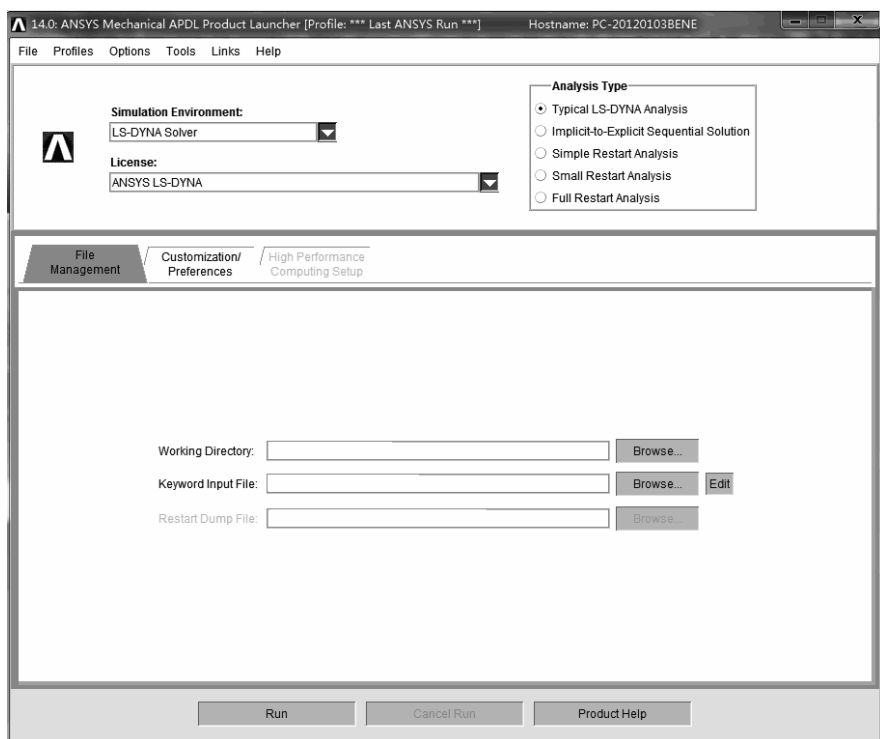
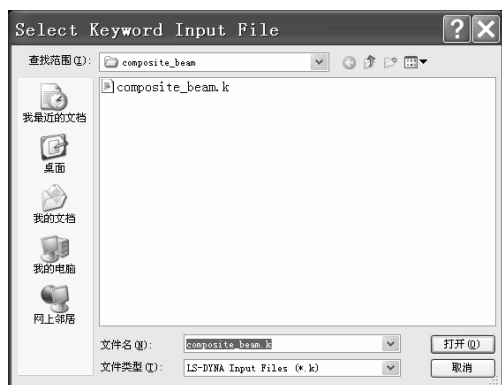

图 2-185 “14.0: ANSYS Mechanical APDL Product Launcher [Profile: \*\*\* La...” 窗口
图 2-186 “Select Keyword Input File”窗口
(1) 打开“14.0: ANSYS Mechanical APDL Product Launcher [Profile: \*\*\* La...”窗口（见图 2-185）。其实该窗口前面已经打开，只需单击桌面下方任务栏中该窗口的最小化图标使该窗口显示出来。如果前面已将该窗口关闭，可以用“开始”菜单中的“ANSYS 14.0”文件夹下的“Mechanical APDL Product Launcher 14.0”图标打开（单击此图标）。
(2) 单击“14.0: ANSYS Mechanical APDL Product Launcher [Profile: \*\*\* La...”窗口中“Simulation Environment:”方框后的倒立三角形图标，选中“LS-DYNA Solver”。
(3) 单击“14.0: ANSYS Mechanical APDL Product Launcher [Profile: \*\*\* La...”窗口中“License:”方框后的倒立三角形图标，选中“ANSYS LS-DYNA”。
(4) 在“14.0: ANSYS Mechanical APDL Product Launcher [Profile: \*\*\* La...”窗口中的“Working Directory:”方框中输入“d:\composite\_beam”。
(5) 单击“14.0: ANSYS Mechanical APDL Product Launcher [Profile: \*\*\* La...”窗口中的“Keyword Input File”方框后的“Browse...”按钮，弹出“Select Keyword Input File”窗口（见图 2-186）。